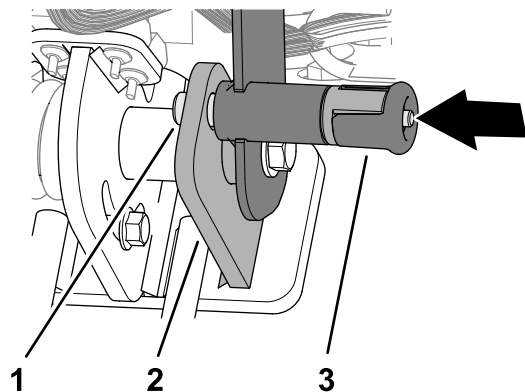

Figure 66
2. Vérifiez que la goupille de verrouillage du timon dépasse du trou dans la plaque de verrouillage (Figure 66).